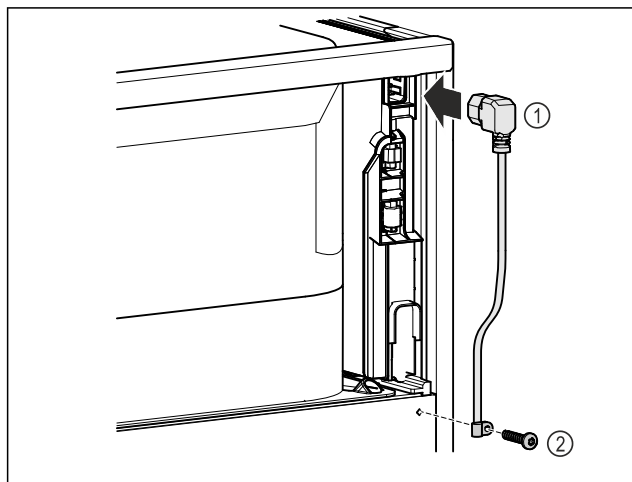

Fig. 47
- Inserire la presa del frigorifero del cavo di alimentazione Fig. 47 (1) sul retro dell'apparecchiatura.
- Montare il serracavo. Fig. 47 (2)